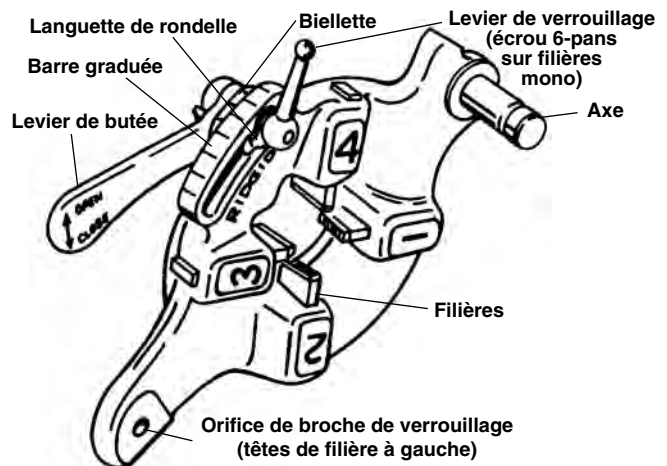

Figure 6 – Tête de filière à ouverture rapide
- Rabattez la tête de filière. Mettez l'interrupteur en position « FWD » pour évaluer le débit d'huile à travers la tête de filière, puis ramenez l'interrupteur en position « OFF ». Le débit d'huile se règle à l'aide de la molette située sur le chariot (Figure 6). Tournez la molette en sens horaire pour diminuer le débit, et en sens antihoraire pour l'augmenter. Ne jamais modifier le débit d'huile en cours d'opération.